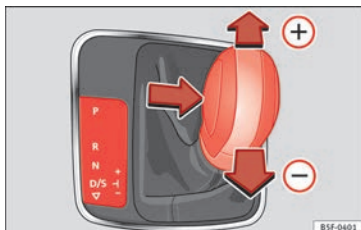

Abb. 159 Schalten mit Tiptronic
- Zum Schalten in einen höheren Gang tippen Sie den Wählhebel nach vorne in Richtung **» Abb. 159 (+)**.
- Zum Schalten in einen niedrigeren Gang tippen Sie den Wählhebel nach hinten in Richtung **» Abb. 159 (-)**.